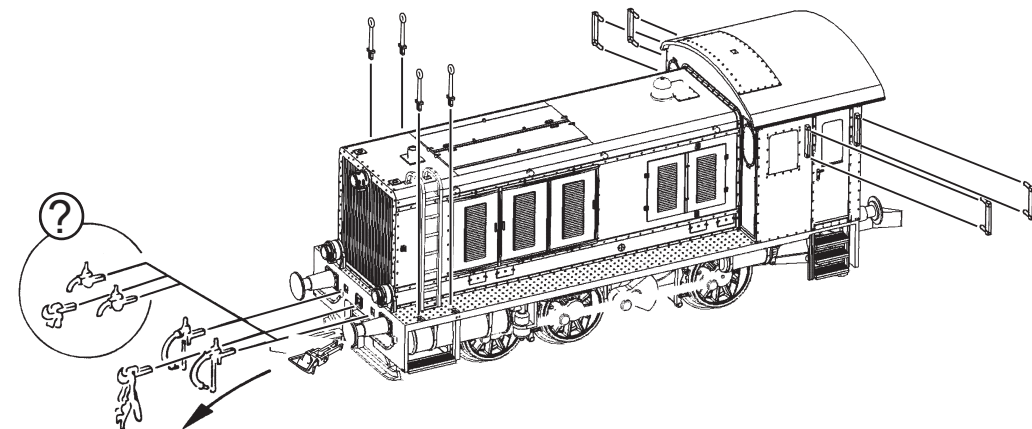

Fig. 3
1. Reinigung der Radstromkontakte: Radstromkontakte können auf unsauberen Schienen leicht verschmutzen. Entfernen Sie **vorsichtig** mit einem kleinen Pinsel **den Schmutz** an den in Fig. 3 gekennzeichneten Stellen.
1. Nettoyage des lames de courant aux roues: Les lames de contacts risquent de s'encrasser rapidement sur des voies poussiéreuses. Veuillez **enlever la poussière** aux endroits marqués à la fig. 3 à l'aide d'un petit pinceau souple.